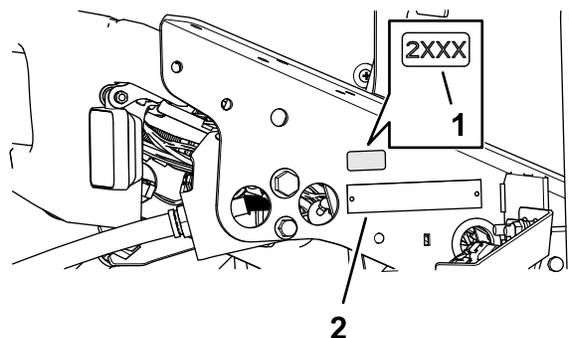

Figura 35
1. Utilize álcool e um pano limpo para limpar a área do suporte do piso junto à placa do número de série, e deixe secar o suporte (Figura 35)